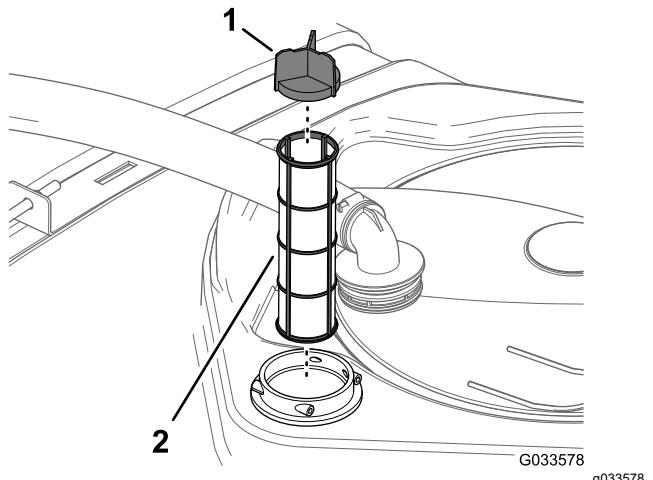

Figure 87
4. Sortez la crêpine d'aspiration du logement du filtre dans le réservoir (Figure 87).